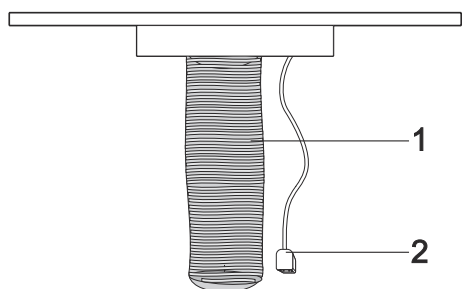

Fig. 10
4. ➤ Utsugsskanal och strömkabel måste förberedas innan fläkten installeras (Fig. 10).